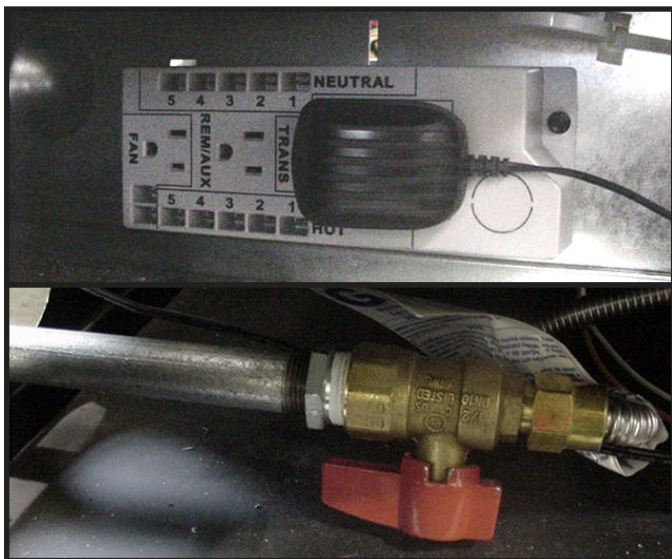

Figure 13.1 Préparation pour l'installation du protecteur antiéclaboussure
Étape 1. Fermez la vanne de gaz. Le bouton rouge d'arrêt du gaz se trouve sur la soupape à tournant sphérique. Débranchez le transformateur de 3 volts de la boîte de jonction. Voir la Figure 13.1.